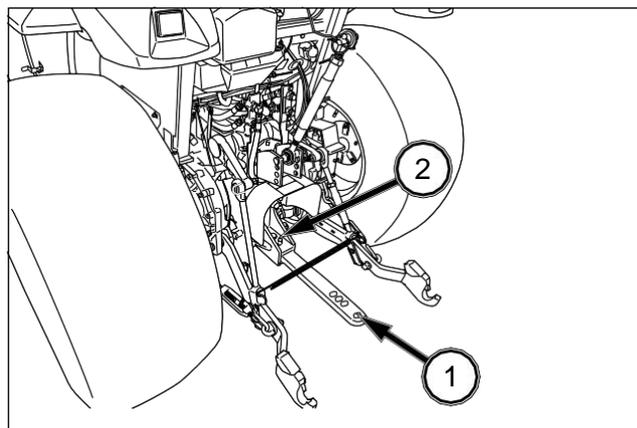

FIG. 131
FIG. 131: La barra de tracción (1) de la parte trasera del tractor permite montar en el tractor equipos arrastrados. La carga máxima vertical aplicada a la barra de tracción no debe sobrepasar los 500 kg.